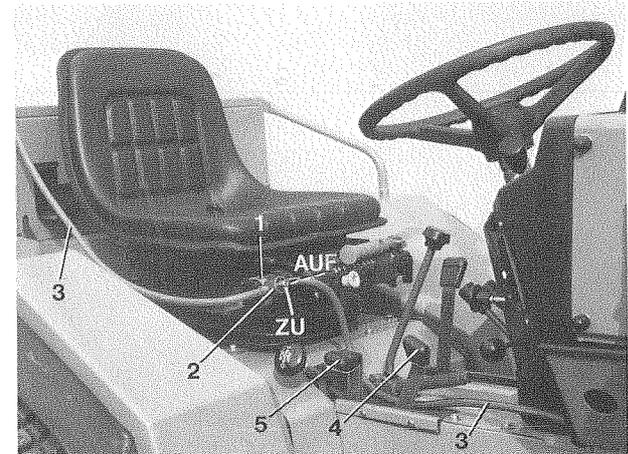

Abb. 52
6. Wasserschlauch von Wasserfaß zur Pumpe und von Pumpe über Abstellhahn (2 Abb. 52) nach vorn zu den Spritzdüsen führen. Wasserschlauch mit Lederriemen an geeigneten Stellen befestigen.
8. Halteklammer (1 Abb. 52) von Abstellhahn (2 Abb. 52) von Hand etwas zusammendrücken und am Fahrersitz, wie Abb. 52 zeigt, aufstecken.